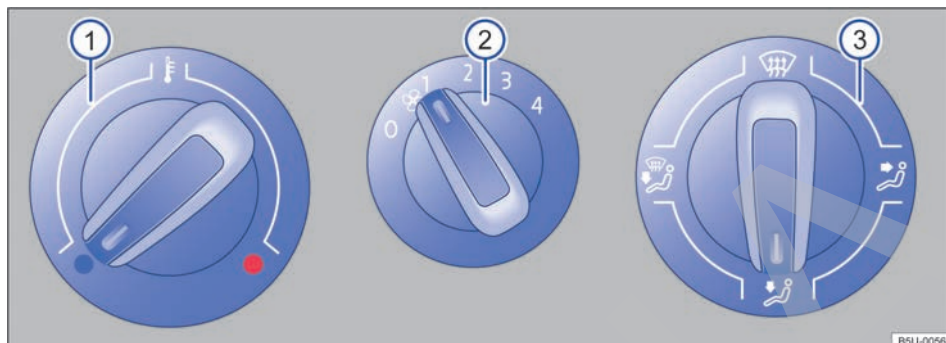
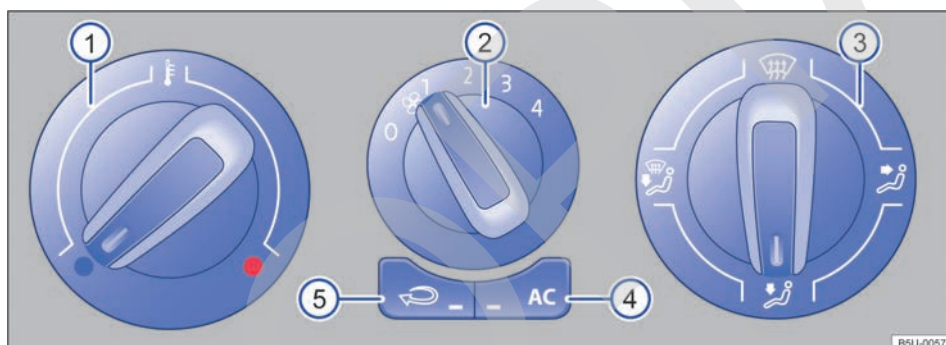

Fig. 119 En la consola central: comandos del sistema de ventilación y calefacción.
Fig. 120 En la consola central: mandos del climatizador.
Tecla, regulador	Información complementaria del sistema de ventilación y calefacción → fig. 119 y climatizador → fig. 120.
- En vehículos con sistema de calefacción, coloque el regulador de la temperatura → fig. 119  completamente hacia la derecha, a la posición máxima de calefacción.
- Colocar el regulador de distribución de aire → fig. 120 ③ en la posición , en esta posición no se puede accionar el modo de recirculación de aire.
- Coloque la turbina ② en el nivel 3 o 4.
- Coloque el regulador de la temperatura ① en la posición deseada.